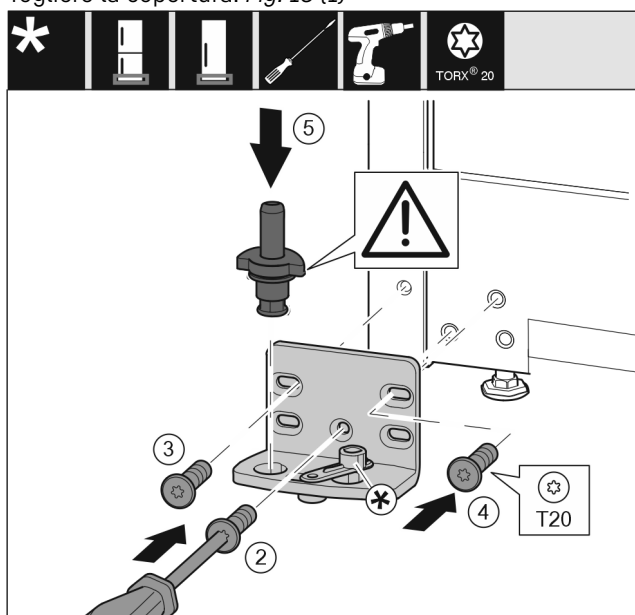

Fig. 19
- ▶ Applicare il blocco di supporto sull'altro lato e avvitare con un cacciavite T20. Iniziare dalla vite 2 in basso al centro. Fig. 19 (2)
- ▶ Serrare la vite 3 e 4. Fig. 19 (3,4)
- ▶ Inserire completamente il perno di supporto. Fare attenzione che la camma di arresto sia rivolta verso il lato posteriore. Fig. 19 (5)